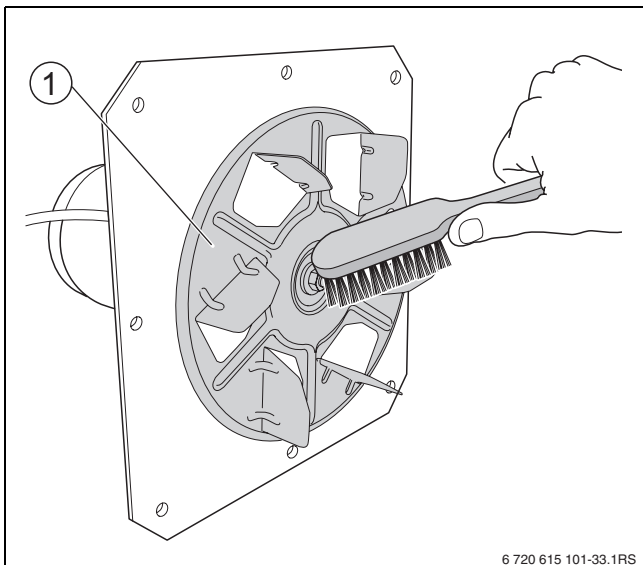

Fig. 24 Curățarea roții cu palete a suflantei
- ▶ Îndepărtați cu atenție resturile de cenușă și de cocsificare de pe roata cu palete a suflantei (→ Fig. 24, [1]) folosind o perie moale de sârmă.